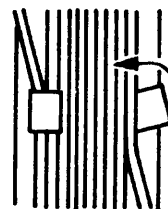

Fig.8
a. Doble los sujetadores sobre el alambre (fig.8).